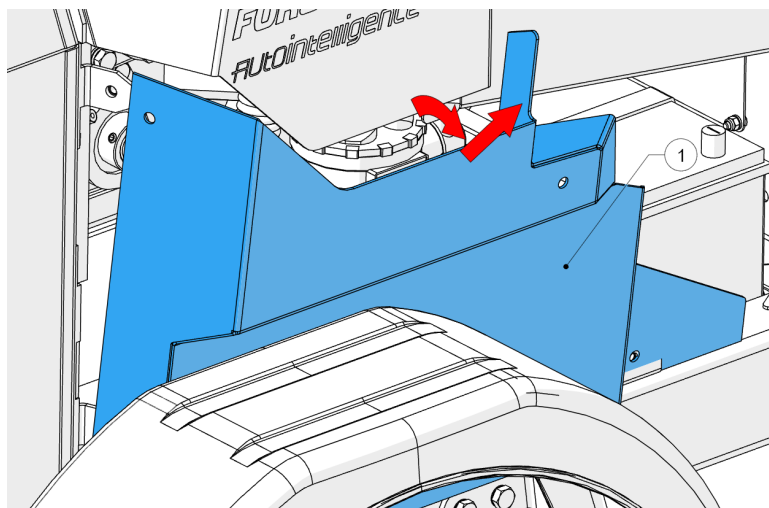

Abbildung 49 - Abnehmen der Seitenverkleidung.
4. Abnehmen der Seitenverkleidung (1, Abbildung 49).